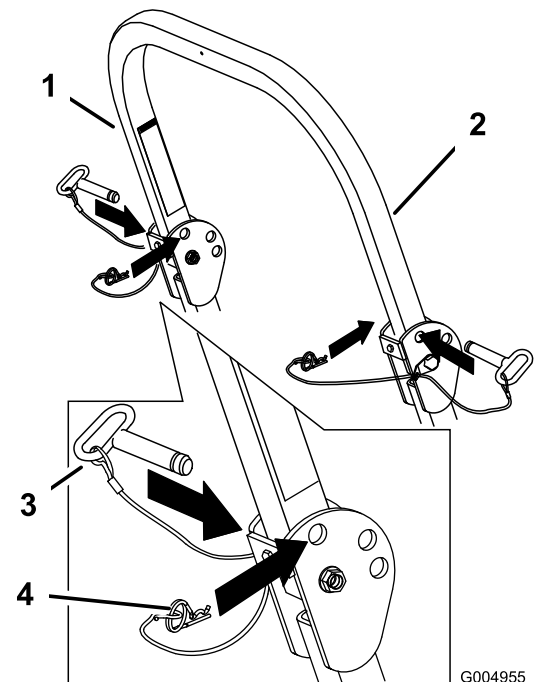

Figura 9
1. Retire las chavetas y retire los dos pasadores (Figura 9).
3. Instale los dos pasadores y sujételos con las dos chavetas (Figura 9).
4. Para elevar la barra anti-vuelco, retire las chavetas y retire los dos pasadores (Figura 9).
5. Eleve la barra anti-vuelco a la posición vertical, instale los dos pasadores y sujételos con las chavetas (Figura 9).